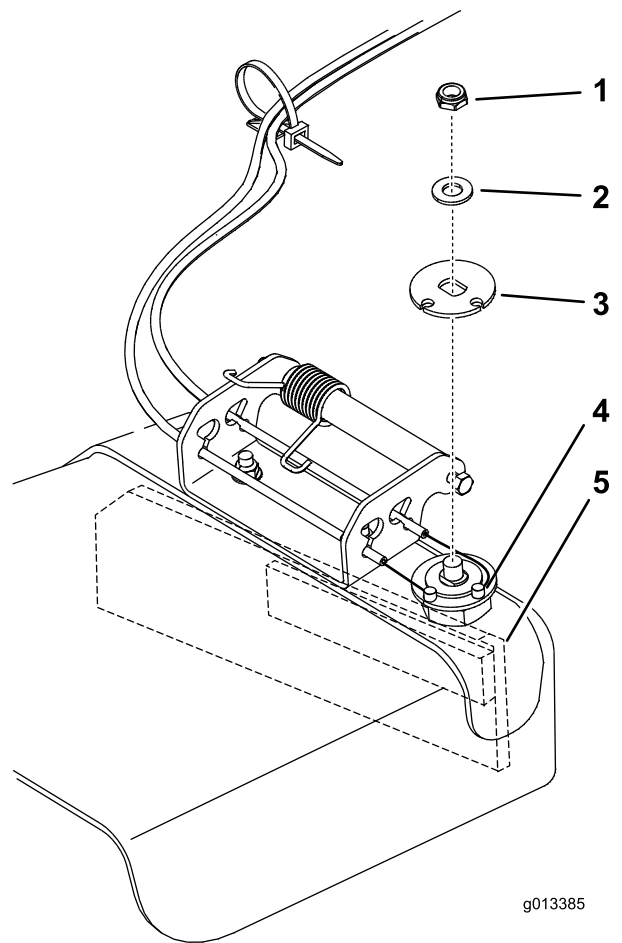

Figura 13
12. Coloque los terminales de los cables en el disco de cable inferior y sujételos con el disco superior, una arandela y una contratuerca (Figura 13)